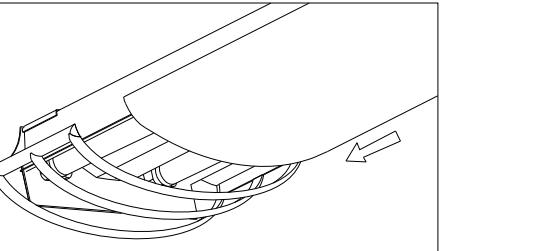
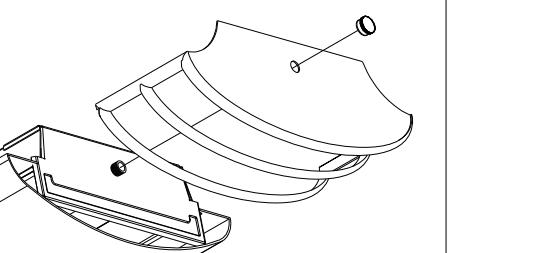

Figure 4
Figure 5
- Glisser le diffuseur entre** l'embout décoratif et l'appareil. **Voir la fig. 4.** Tout en supportant le diffuseur, installer l'autre embout décoratif et le faîteau. **Voir la Fig. 5.**
11. **Slide Diffuser between Decorative End and fixture.** See Fig. 4. While supporting Diffuser install other Decorative end and finial. See Fig. 5.